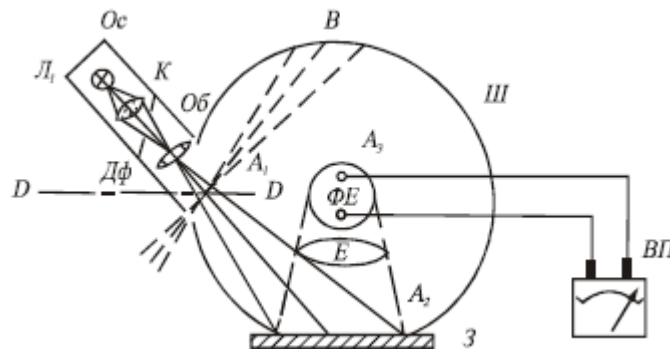

Рис. 2. Схема вимірювання коефіцієнта відбивання світлорозсіюючої поверхні
3. Навести схему вимірювання коефіцієнта відбивання світлорозсіюючої поверхні (рис. 2).